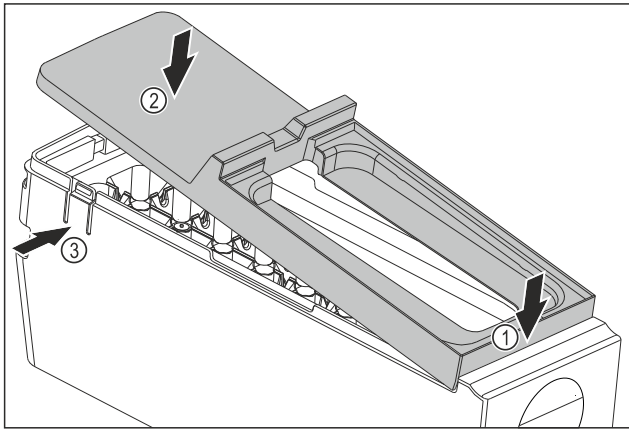

Fig. 144
- ▶ Смонтируйте крышку корпуса EasyTwist-Ice: Установите крышку спереди. Fig. 144 (1)
- ▶ Опустите крышку сзади. Fig. 144 (2)
- ▶ Крышка со щелчком фиксируется в накладках Fig. 144 (3).